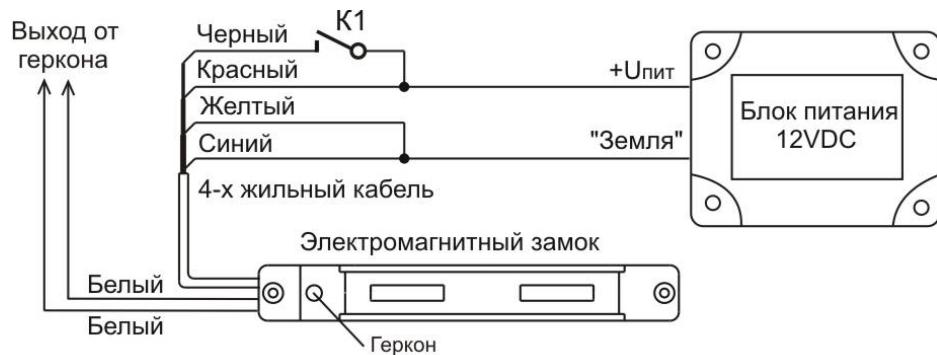
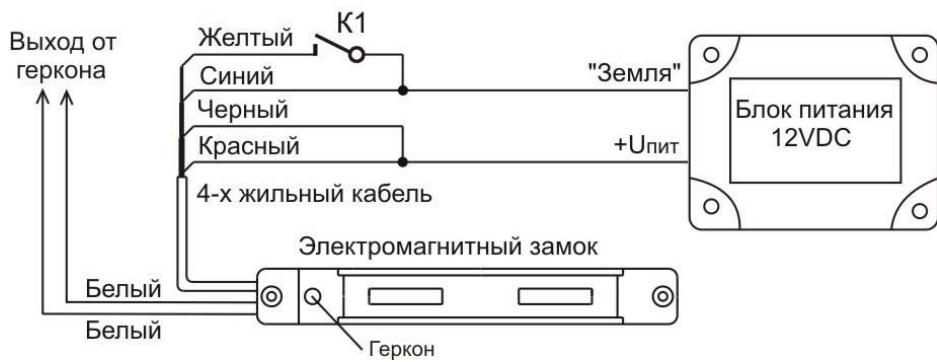

Рис. 8
Рис. 9
- 5.7 Схема подключения ЗАМКА при управлении по “+12В” показана на рис. 8. Схема подключения ЗАМКА при управлении по “земле” показана на рис. 9. При замыкании контакта управления замком K1 замок разблокируется.